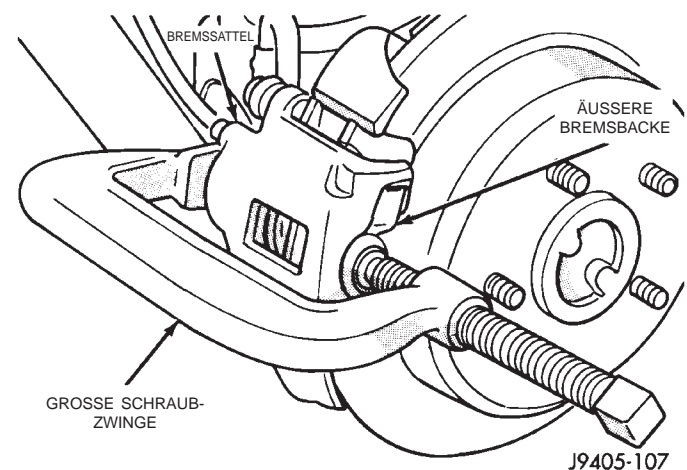

Abb. 36 Eindrücken des Bremssattelkolbens
(1) Fahrzeug anheben und Räder abmontieren.
(2) Den Bremssattelkolben mit einer Schraubzwinde ganz in die Bohrung drücken (Abb. 36).